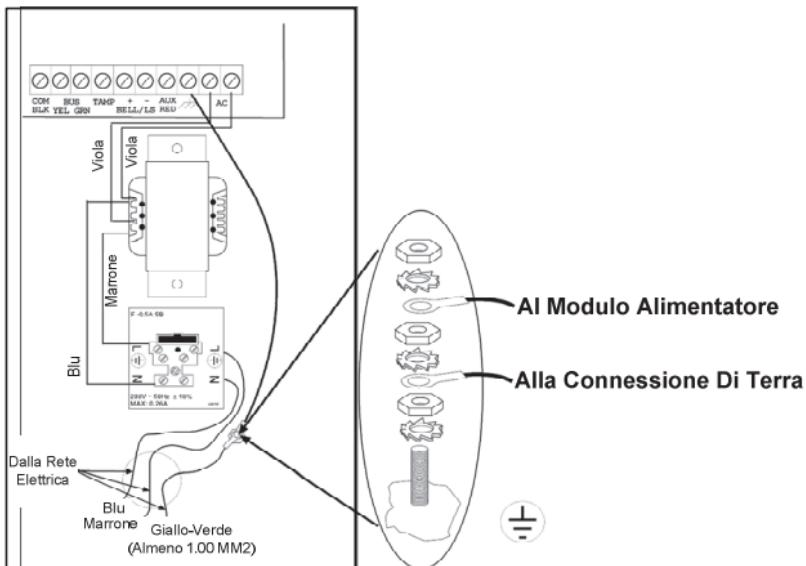

Figura 3: SMPS - Schema di Cablaggio
3. Collegare il cavo della rete elettrica della proprietà al blocchetto porta fusibile dedicato a questo tipo di connessione come mostrato sotto nella Figura 3.